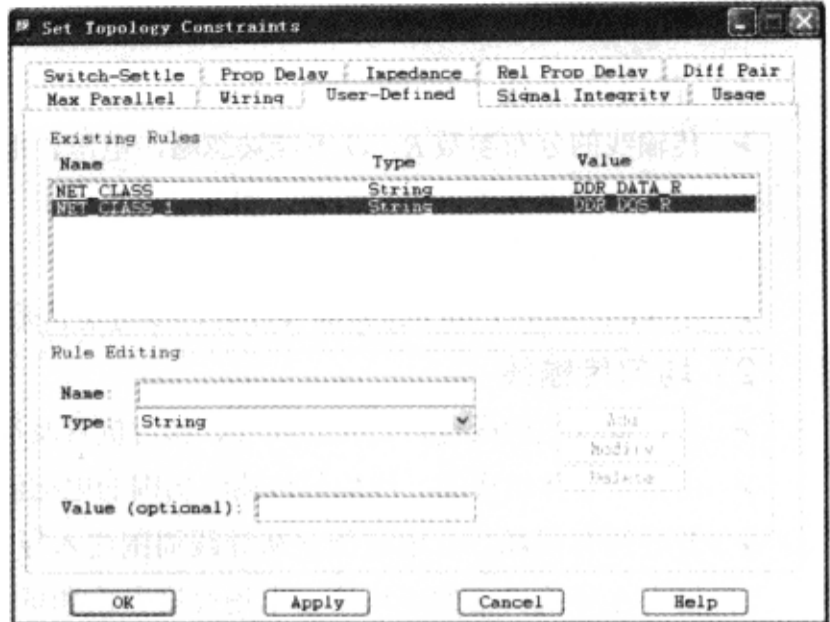

图 3-9-45 添加约束
(4) 单击“Add”按钮添加约束设置，如图 3-9-45 所示。